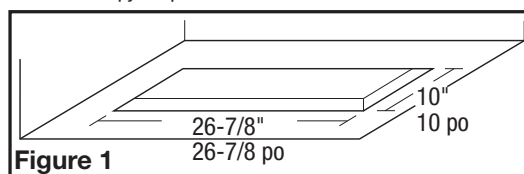

Figure 1
1. Most building codes require noncombustible material above the cooking surface. If you have wood or some other combustible material on the bottom of your cabinets it is recommended that you use an optional hood liner (See Section 3) If you have noncombustible material cut a 26-7/8" x 10" hole into the cabinet or canopy the power unit will be mounted into (Figure 1).
1. La plupart des codes de bâtiments exigent un matériel non-combustible au-dessus de la surface de cuisson. Si vous avez le bois ou un autre matériel combustible sur le fond de vos cabinets, on vous recommande d'utiliser le revêtement facultatif de hotte (voyez à la section 3). Si vous avez un matériel non-combustible, faites un trou profond de 26.88 po sur 10 po dans le cabinet ou le panneau où l'unité d'alimentation sera montée (Figure 1).